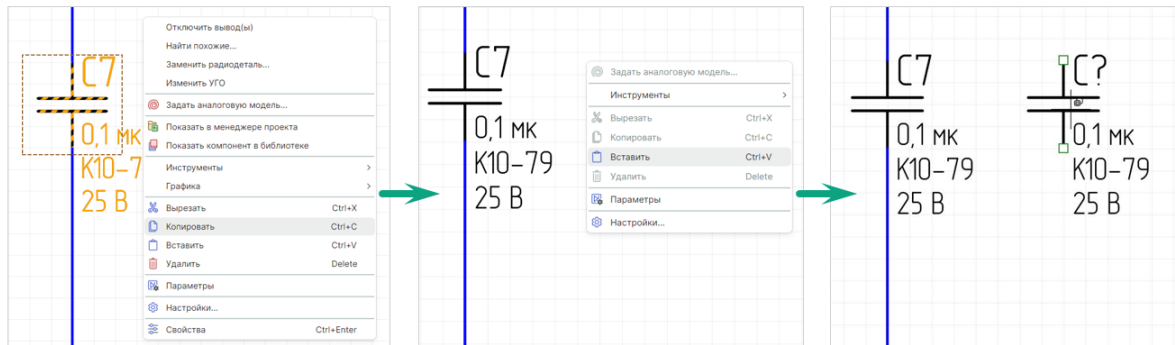

Рис. 208 Копирование и вставка объекта на схеме
- Перейдите на свободное место листа схемы и в контекстном меню выберите пункт «Вставить» или воспользуйтесь сочетанием клавиш «Ctrl+V», после чего скопированный объект будет размещен, см. Рис. 208.